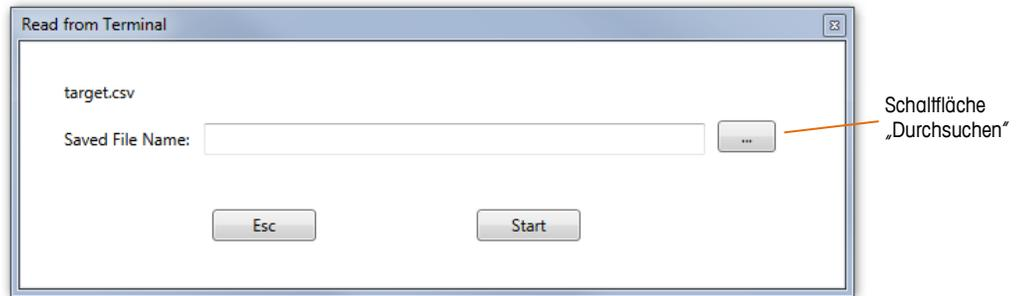
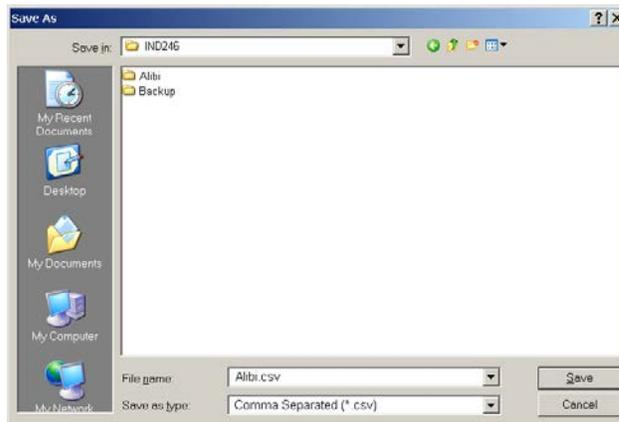

Abbildung 3-2: Dialog „Vom Terminal lesen“
Abbildung 3-3: Dialog „Speichern als“ im Windows Explorer
3. Wenn Sie auf das Symbol „Vom Terminal lesen“ klicken, öffnet sich ein neuer Dialog (Abbildung 3-2). Sie werden aufgefordert einen Namen im Feld **Gespeichert Dateiname:** einzugeben. Dies ist der Name, den die Datei erhält, wenn sie auf dem PC gespeichert wird.
4. Geben Sie im Texteingabefeld **Gespeichert Dateiname:** (siehe Abbildung 3-2) einen Namen **Speichern als** für die Datei ein, die auf den PC übertragen werden soll.
- Sie können auch, bevor Sie die Übertragung mit der Schaltfläche „Start“ beginnen, einen anderen **Speicherort** mit der Schaltfläche „Durchsuchen“ angeben (siehe Abbildung 3-2). Suchen Sie im Windows Explorer-Dialog **Speichern als** ein neues Verzeichnis (Abbildung 3-3) und geben Sie einen Dateinamen **Speichern als** ein.